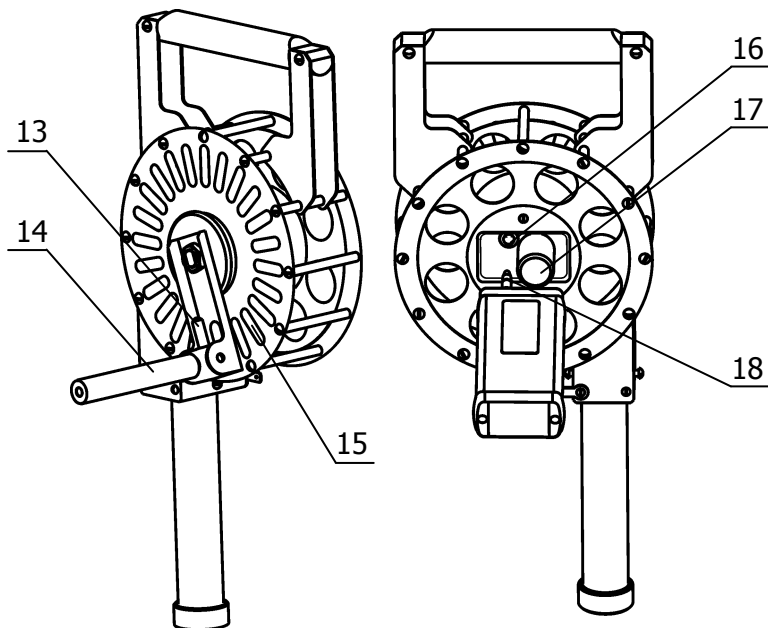

Рисунок 5 — подключение измерительного блока
- отвести рукоятку 14 (рисунок 5) устройства намотки кабеля в сторону и опустить датчик в резервуар на требуемую глубину, постепенно разматывая кабель;